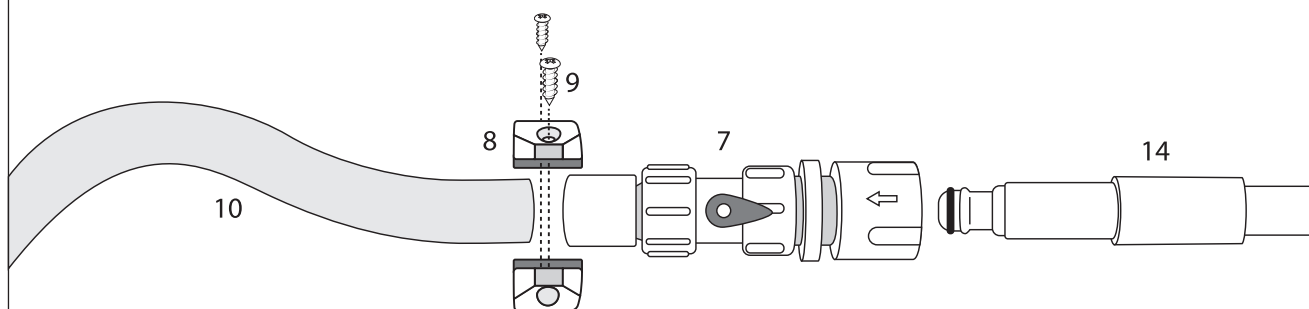

Figura 5
- 2 Consulte la Figura 5. Introduzca el extremo angosto del conector a presión (14) en el ensamble conector con válvula para manguera (7). Este es su adaptador de impulsión.